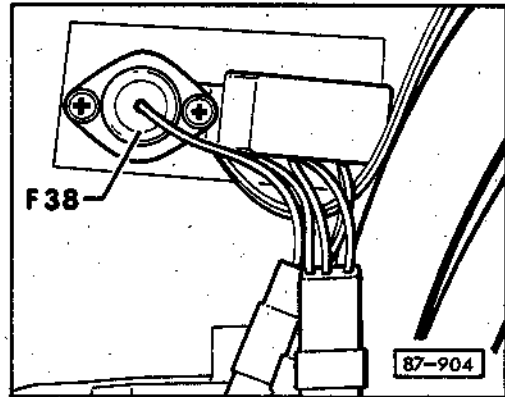

Abb. 7 Außentemperschalter – F 38
- Schalttemperaturen – Abb. 7
- Funktion – Abb. 7